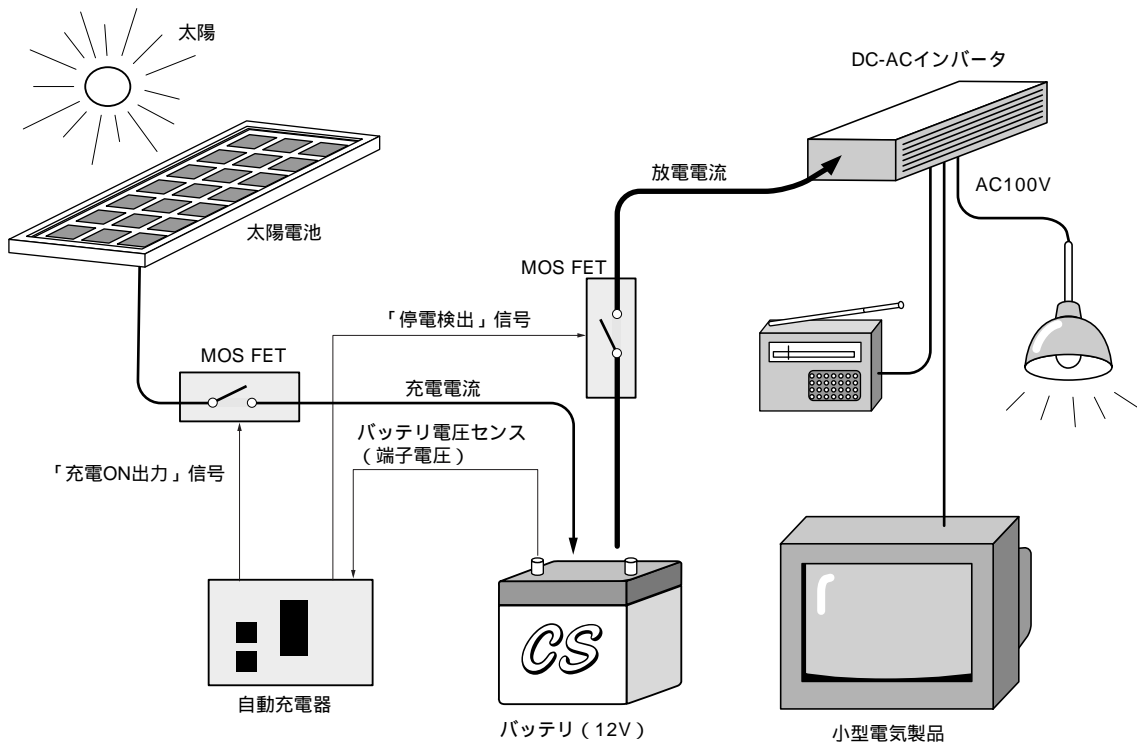

図10-1 自動充電器の構成図
市販のDC-ACインバータ^④を使えば、小電力のAC100V機器を動作させることができます。蛍光灯などの照明のほかにラジオや小型のテレビなどにも利用できるでしょう(写真10-1、図10-1)。